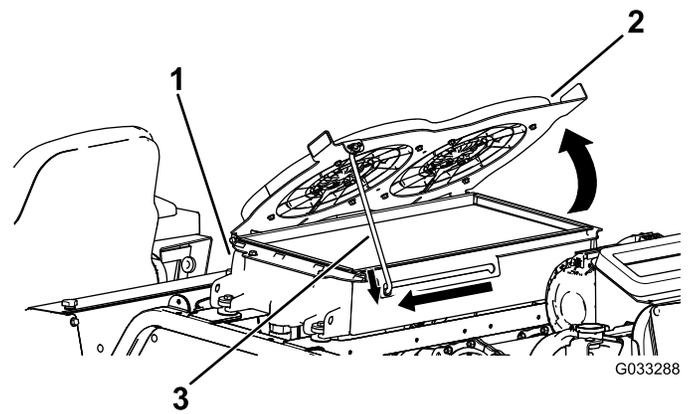

Figure 122
- 2. Faites pivoter les ventilateurs de refroidissement hydrauliques vers le haut et calez la béquille dans le cran (Figure 122).